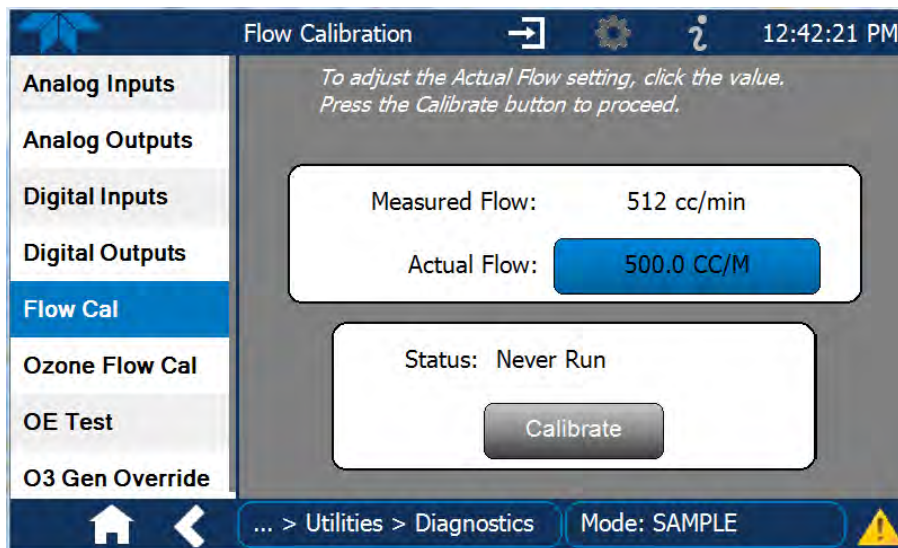

Abbildung 5-13 Kalibrierungs-Menü der Durchflussrate
1. Ändern Sie im Menü Utilities>Diagnostics>Flow Cal oder im Menü Ozone Flow (Abbildung 5-13) den Wert Actual Flow indem Sie den gemessenen Wert des externen Durchflussmessers eingeben.